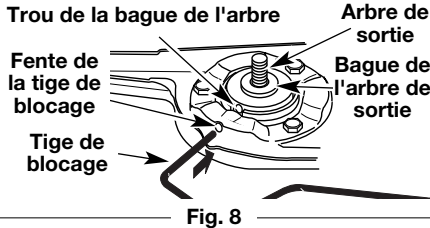
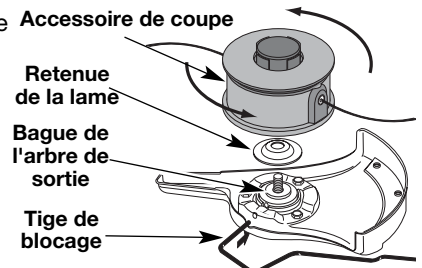

Fig. 8
Fig. 15
1. Alignez le trou de la bague de l'arbre avec la fente de la tige de blocage, puis insérez la tige dans le trou de la bague (Fig. 8).
6. Alignez le trou de la bague de l'arbre avec la fente de la tige de blocage, puis insérez la tige dans le trou (Fig. 8).
5. Alignez le trou de la bague de l'arbre avec la fente de la tige de blocage, puis insérez la tige dans le trou. (Fig. 8). Placez la retenue de lame sur l'arbre de sortie, la partie plate reposant contre la bague de l'arbre tel qu'indiqué sur la Fig. 15. Vissez l'accessoire de coupe à gauche sur l'arbre. Vissez bien.